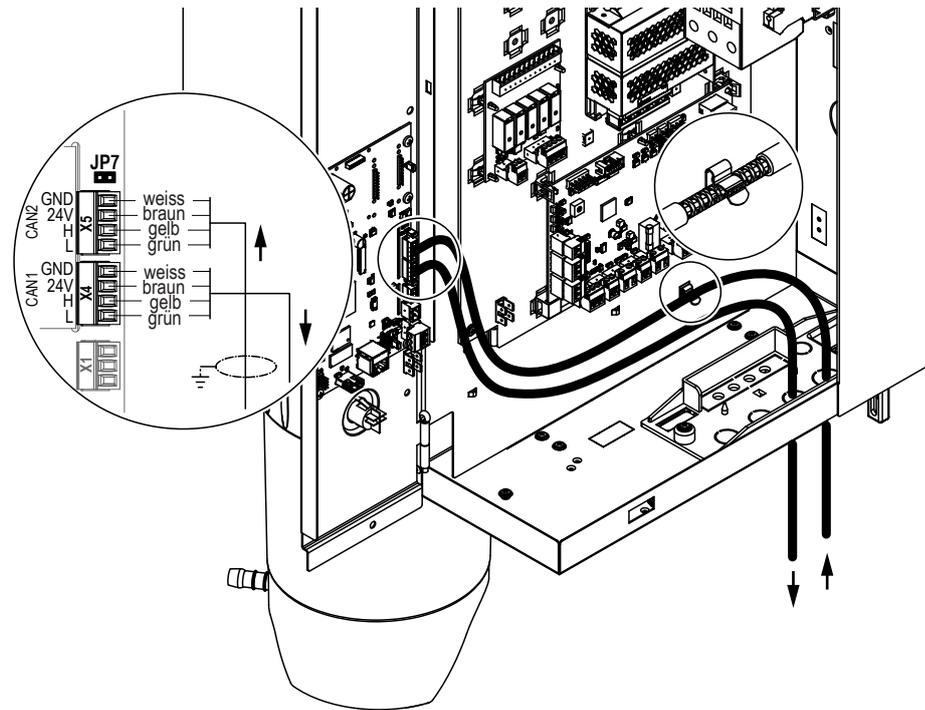

Abb. 33: Anschluss CAN-Bus-Kabel / Abschirmung
2. Schließen Sie alle Geräte im "Geräteverbundsystem" mit den mitgelieferten vorkonfektionierten CAN-Bus-Kabeln gemäss dem Schema in Abb. 31 und Abb. 33 an.
- Klemmen Sie die freigelegte Abschirmung des vorkonfektionierten CAN-Bus-Kabels, das vom vorherigen Gerät kommt, wie in Abb. 33 gezeigt, in den Klemmhalter im Steuerkasten des Befeuchters.
- Schliessen Sie das/die CAN-Bus-Kabel, wie in Abb. 33 gezeigt, an den entsprechenden Klemmenblock auf der Steuerplatine jedes Geräts an (eingehende Kabel an "X5" und abgehende Kabel an "X4").